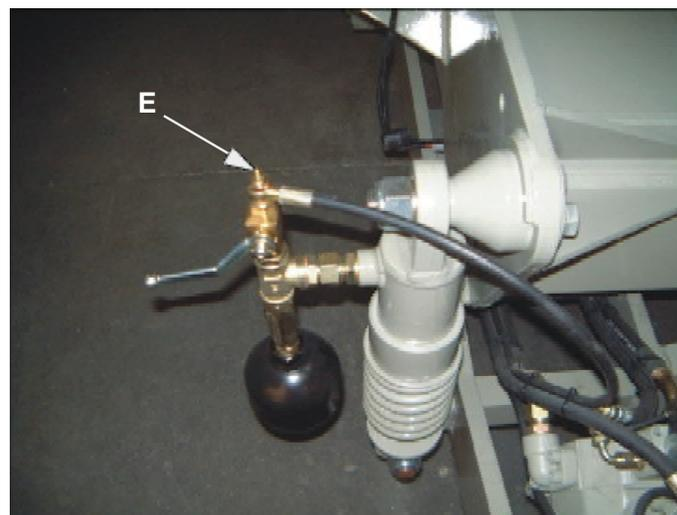

FIG. 22
3. Dévisser les soupapes d'étranglement **E** (Voir fig. 22) avec un tournevis court ;
8. Revisser les deux soupapes d'étranglement **E** (Voir fig. 22) ;